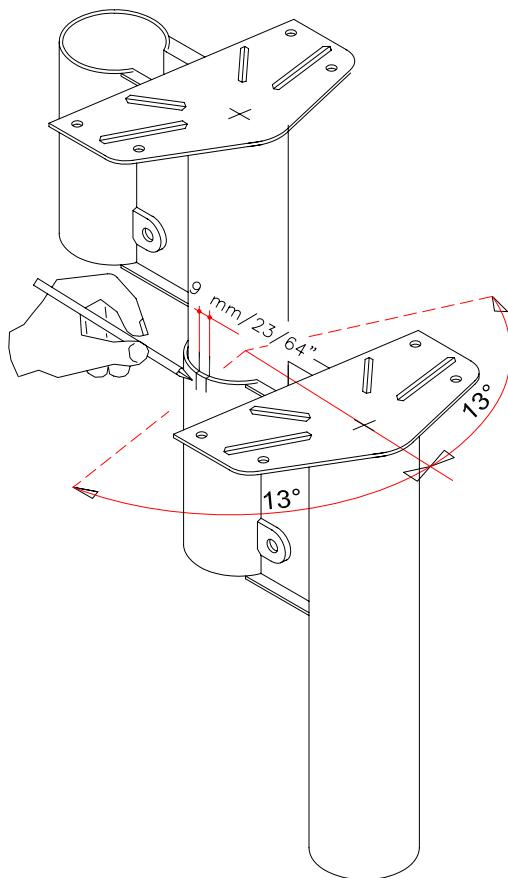

FIG. 6
- a. Tirer avec un crayon, dans le point d'union de deux supports, deux lignes verticales à une distance de 9 mm ($3\frac{1}{16}$ ") (pour tourner 13°, configuration B ou C) (fig. 6) ou 13 mm ($3\frac{3}{16}$ ") (pour tourner 18°, configuration D) (fig. 8).